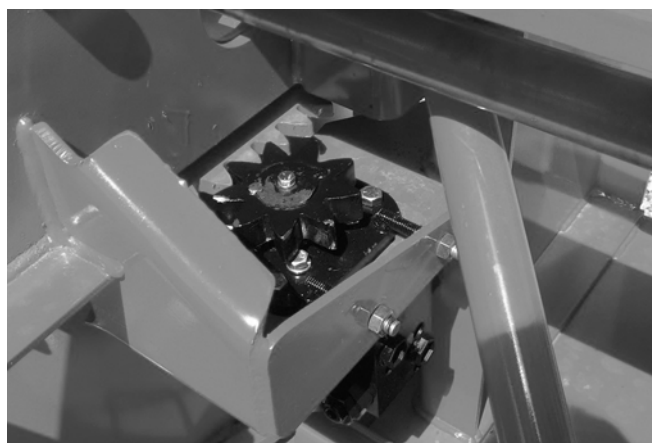

Figure 22
- 3) Boulonner le moteur en place en dirigeant les sorties d'huile vers le côté et installer la roue à dents (Fig. 22).